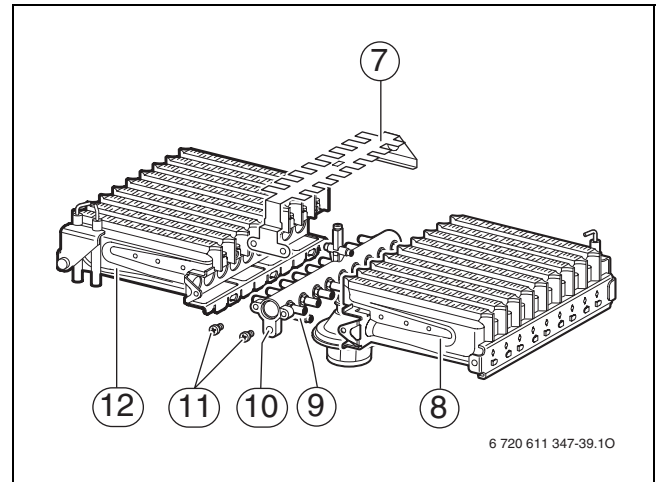

Fig. 77
- ▶ Schroeven (11) verwijderen (→ fig. 77).
- ▶ Verwijder de ontstekingsbrug (7).
- ▶ Verwijder de schroeven van de bevestigingspunten (9). Neem de linker- en rechterhelft van de brander (12 en 8) van de sproeierhouder (10).